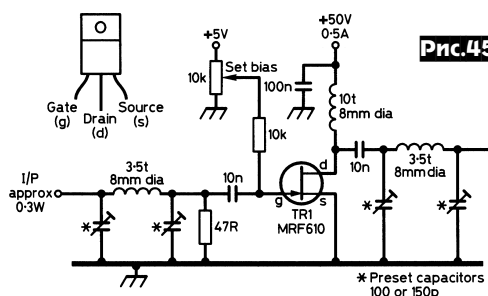

Рис.45
торы все чаще применяют в выходных каскадах усилителей мощности КВ передатчиков в связи с их намного меньшей стоимостью по сравнению со специальными мощными ВЧ транзисторами. **Клаас Спааргарен**, RA3KLS, предложил схему **усилителя на ключевом MOSFET транзисторе MRF610 (рис.45) для 6-метрового диапазона** с выходной мощностью 16 Вт (SSB) и 20Вт (CW) при